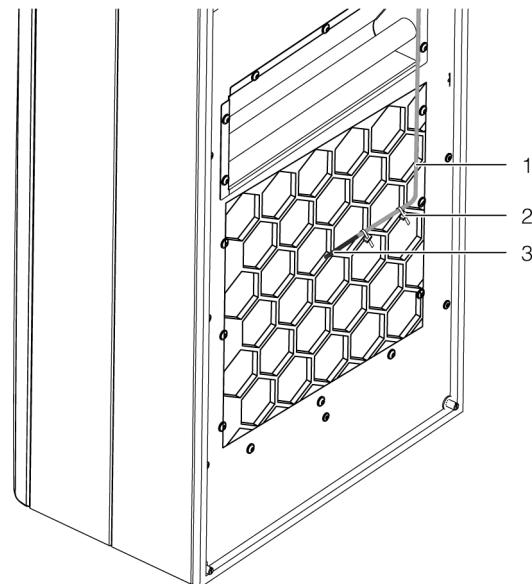

Abb. 24: Temperaturfühler vor Kaltluftaustritt (beispielhafte Darstellung)
- Bringen Sie den Temperaturfühler mittig vor dem Kaltluftaustritt des Kühlgeräts an (Abb. 24).